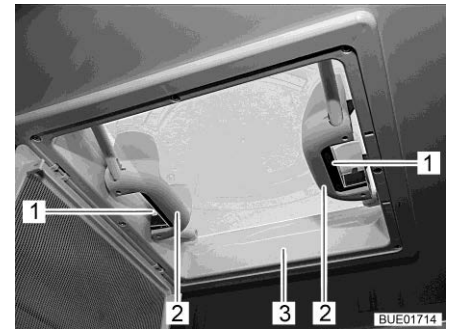

Fig. 113 Poignées avec pousoirs
- Appuyer sur le verrou à ressort (Fig. 113,1) vers l'intérieur du lanterneau (Fig. 113,3). Pousser le lanterneau simultanément vers le haut par la poignée (Fig. 113,2).
- Tirer fortement le lanterneau (Fig. 113,3) vers le bas par les deux poignées (Fig. 113,2) jusqu'à ce que les deux verrous à ressort (Fig. 113,1) s'encliquettent.